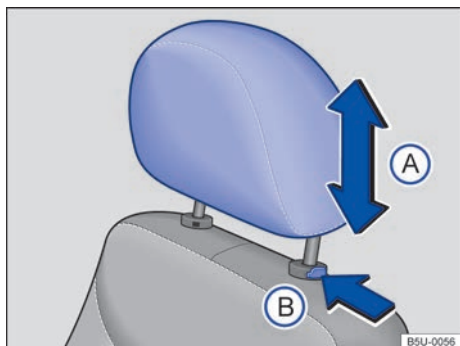

Fig. 46 Desmontar el apoyacabezas delantero.
- Presionar la tecla \Rightarrow fig. 46 (B) en el sentido de la flecha. Retirar el apoyacabezas con la tecla presionada.